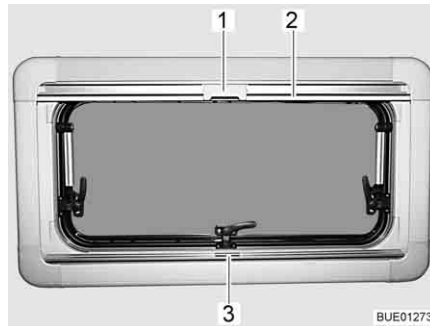

Bild 73 Överkantshängt fönster
**Stänga:** ■ Ta tag i mitten på plisségardinens list (Bild 73,3) och drag den nerifrån och uppåt och släpp den vid önskad höjd. Plisségardinen stannar på denna höjd.
**Stänga:** ■ Drag, med listen, (Bild 73,2) ner insektsnätet tills listen stöter mot plisségardinen (Bild 73,3).
■ Lås fast insektsnätets spärr (Bild 73,1) på plisségardinens list.
**Öppna:** ■ Tryck spärren (Bild 73,1) upptill på insektsnätet bakåt.
■ För långsamt tillbaka insektsnätet med listen (Bild 73,2).